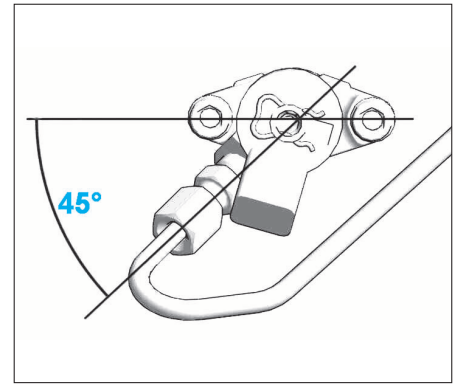

FIG. 48
- Après toute intervention sur les écrous (8), resserrer les vis colonnettes (11).
- l'injecteur (9)
- les joints (10)
- les bagues d'étanchéité d'injecteurs (12)
- remplacer les tuyaux haute pression (7) déposés ainsi que les joints (10) et les bagues d'étanchéité d'injecteurs (12).
- à la repose des injecteurs, respecter l'angle de 45° (Fig.48).
- serrer les écrous (8) à 0,5 daN.m + 65°.